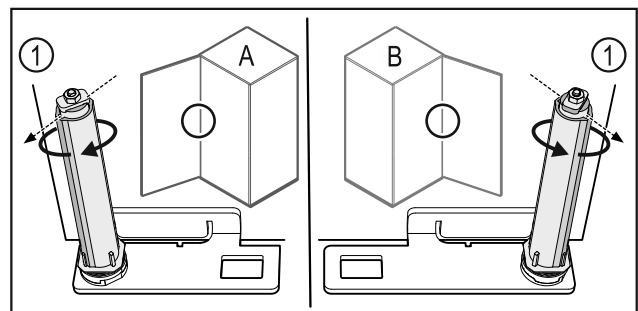

Fig. 61 Ľavý doraz (A)/pravý doraz (B)
- ▶ Otáčajte systém zatvárania proti odporu, kým nebude mostík systému zatvárania Fig. 61 (1) ukazovať von.